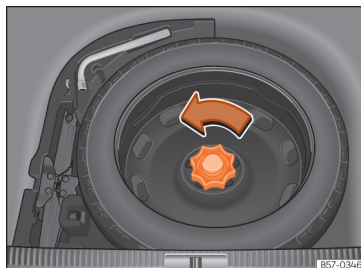

Abb. 257 Im Gepäckraum: hochgeklappter Ladeboden.
- Drehen Sie das Rädchen entgegen dem Uhrzeigersinn heraus »» **Abb. 257**.
- Drehen Sie das Rädchen entgegen dem Uhrzeigersinn »» Abb. 257¹⁾.